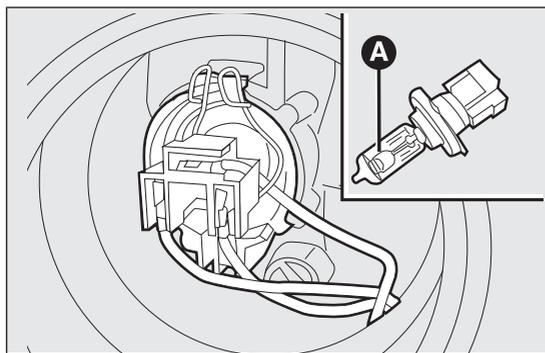

fig. 136
- estrarre la lampada A fig. 136 dal connettore B e sostituirla;